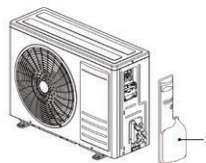

fig. 23 -
1. Quite el panel lateral (part 1 - "fig. 23 -").